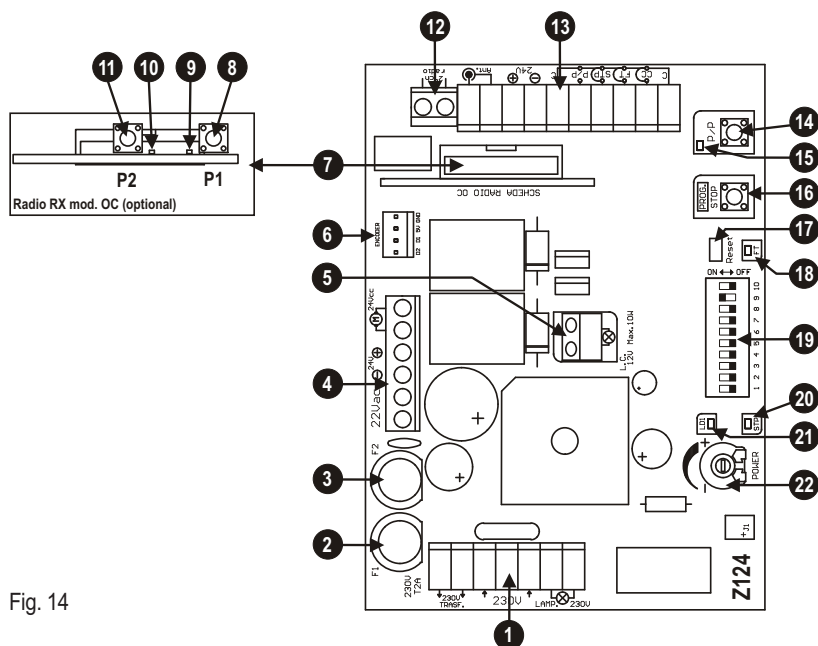

Fig. 14
DESCRIZIONE DELLE PARTI (fig. 14)
- 1) Tenendo premuto il pulsante PROG. effettuare un reset cortocircuitando col cacciavite il jump Reset (part. 17 di fig. 14).
- 9) Per tornare al funzionamento normale eseguire un reset della centrale (cortocircuitare il connettore, part. 17 di fig.14)
Durante la fase di apprendimento si azionerà più volte il tasto **P/P** (part. 14 di fig 14), in alternativa si può usare il comando **P/P** (morsetto 14, fig. 15) oppure il trasmettitore radio memorizzato sul primo canale del ricevitore.